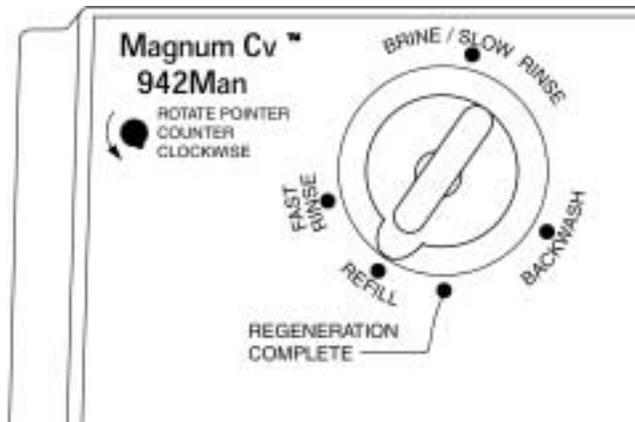

Figura 5.4 Relleno
5. Cuando termina el ciclo de Enjuague rápido gire el indicador hasta **Refill (relleno del tanque de salmuera)**. (Figura 5.4). Vea tabla 5.1 por el tiempo de quedar en este ciclo.